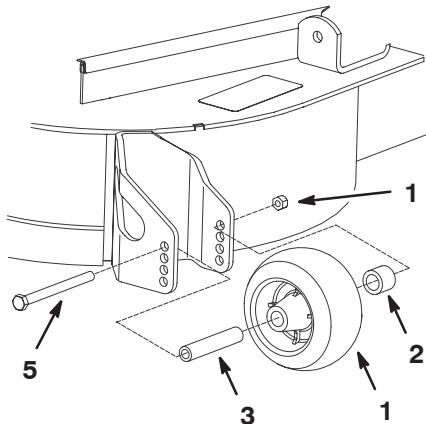

Figure 12
1. Après avoir réglé la hauteur de coupe, réglez les rouleaux en retirant l'écrou à collet, la bague, l'entretoise et le boulon (Fig. 12).
3. Posez l'écrou à collet, la bague, l'entretoise et le boulon. Serrez-les à 54–61 Nm (Fig. 12).